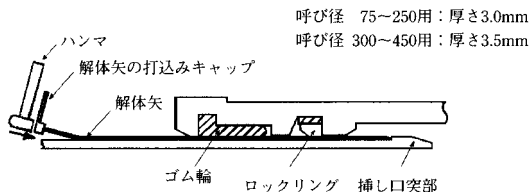
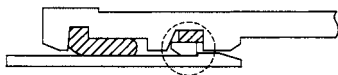

図81 解体矢の打ち込み
図82 解体矢が入りにくい状況
- (1) 継手部をまっすぐな状態にする。(継手部が屈曲していると解体矢が挿入できない箇所がでてくる場合がある)
- (2) 受口と挿し口のすき間から、呼び径に応じた専用の解体矢(図81参照)を均等(円周8~12ヶ所)に、ハンマで所定の位置(先端が挿し口突部にあたる)まで打ち込む。この時、解体矢の先端のテーパの向きは図83の通りとする。また、解体矢には滑剤を塗ると打ち込みやすくなる。なお、図82のように挿し口突部がロックリングに引っかかっているときは、解体矢が入りにくいので、挿し口を少し挿入するとよい。